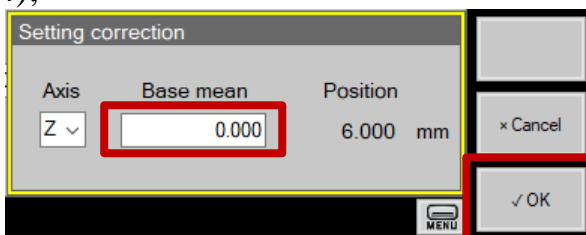

Рис.84. Поле «Z» и кнопка «OK»
- При использовании концевой меры длины ввести ее значение в мм в поле «Z» (рис.84);
- Нажать «OK» в вертикальном ряду кнопок экрана (рис.84);